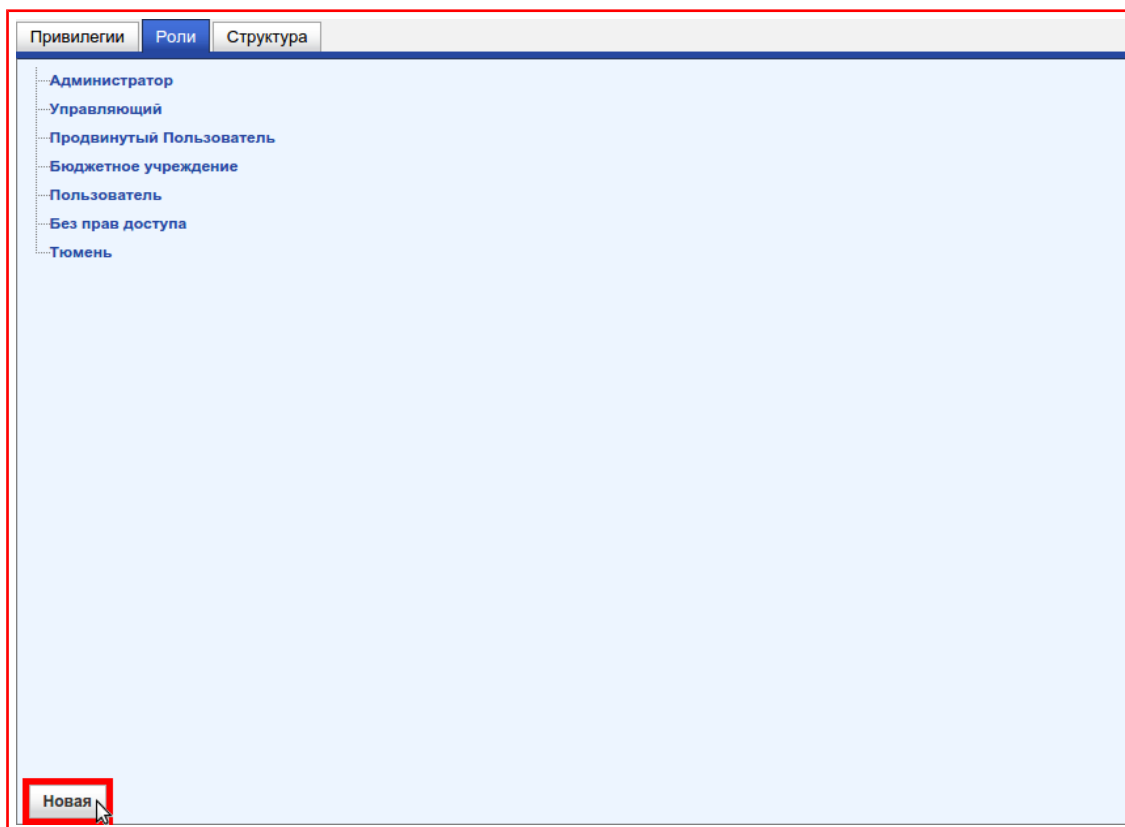

Рисунок 9.16 — Кнопка «Новая»
- 1) Нажать на кнопку **«Новая»**, рисунок 9.16;